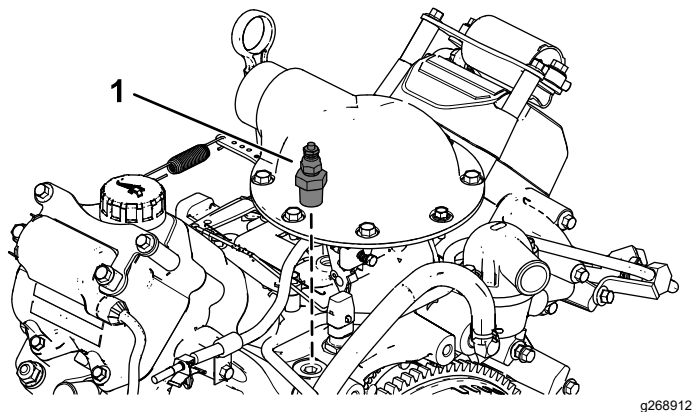

Figura 7
1. Retire el interruptor de temperatura del alojamiento del termostato (Figura 7).